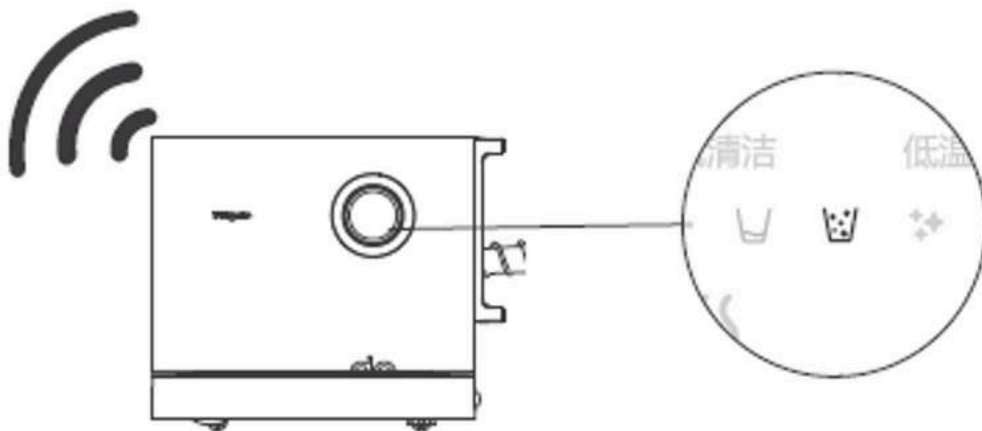

Fig. 18
1. Het apparaat zal een geluidssignaal geven en de vol-indicator van de vuilwatertank zal knipperen als de vuilwatertank vol met vuil water is. Op dat moment moet de vuilwatertank worden geleegd (zie Fig.18).